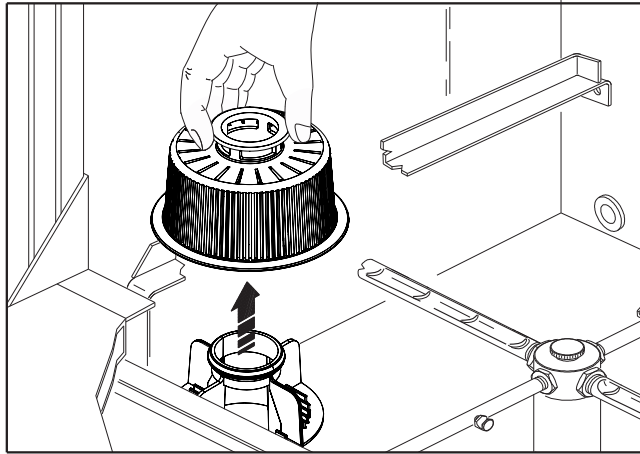

Abb. 17
5. Den Filter der Spülpumpe (Abb. 17) herausnehmen und reinigen, dies gilt auch für andere Filter der Wanne, falls vorhanden
9. Den Filter der Spülpumpe (Abb. 17) herausnehmen und reinigen, dies gilt auch für andere Filter der Wanne, falls vorhanden